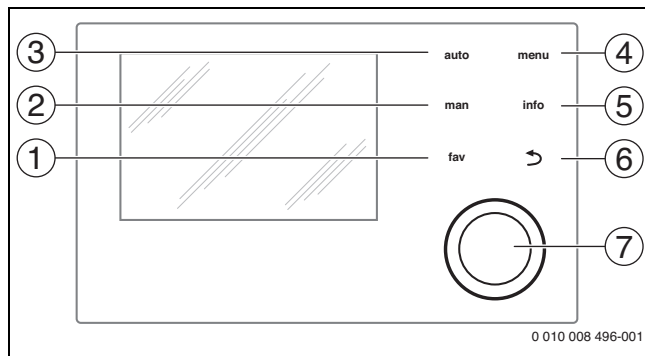

Bild 54 Bedienelemente
- **menu-Taste** (→ Bild 54[4]) gedrückt halten.